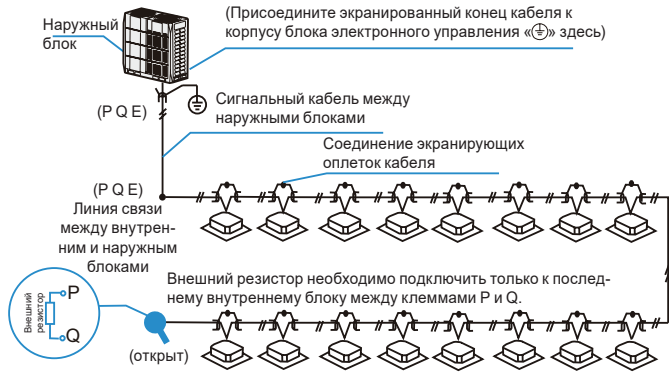

Рисунок 6.6
- ♦ Проводка связи между внутренними и наружным блоками должна соединять один блок за другим в последовательную цепь, от наружного блока до последнего внутреннего блока. Экранирующую оплетку следует правильно заземлить. Для повышения стабильности системы связи у последнего внутреннего блока необходимо установить внешний резистор (см. рисунок 6.6).